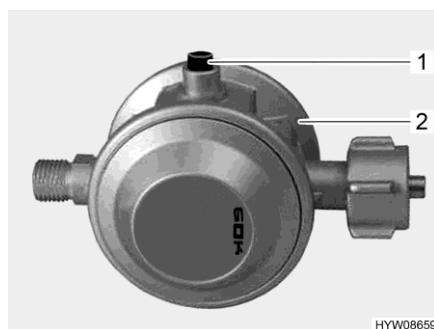

Fig. 48 Regolatore di pressione del gas con dispositivo antirottura del tubo flessibile integrato
- Premere verso l'interno il bottone automatico (Fig. 48,1) del regolatore di pressione del gas (Fig. 48,2). Il dispositivo antirottura del tubo flessibile viene aperto di nuovo.